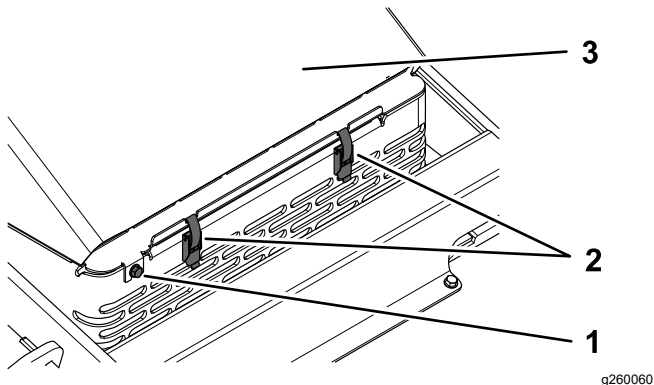

Figura 40
3. Afloje el tornillo de bloqueo del capó (Figura 40).
4. Sujete el capó y suelte los dos enganches (Figura 40).
5. Levante el capó (Figura 40).
2. Apriete el tornillo de bloqueo del capó (Figura 40).